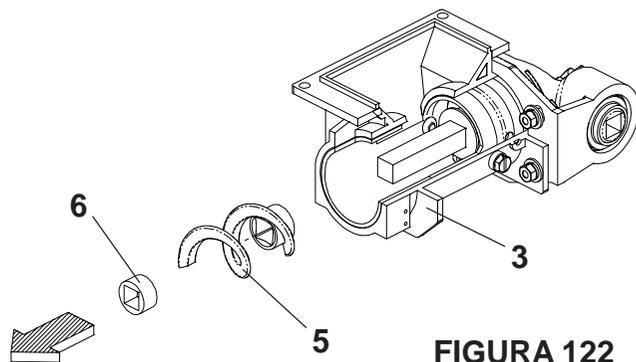

FIGURA 122
- Em seguida, retire a mola sem-fim (5) e o anel trava (6) do condutor fertisystem (3), **conforme mostra a figura 122.**